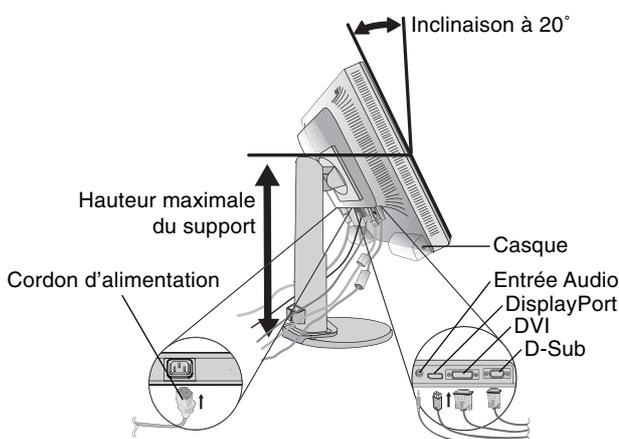

Figure B.1
3. Placez les mains de chaque côté du moniteur pour incliner l'écran LCD de 20 degrés et le placer sur la position la plus haute (**Figure B.1**).
4. Reliez tous les câbles au connecteur approprié à l'arrière du moniteur (**Figure B.1**). Branchez les écouteurs (non fournis) au connecteur approprié à gauche du moniteur (**Figure B.1**).